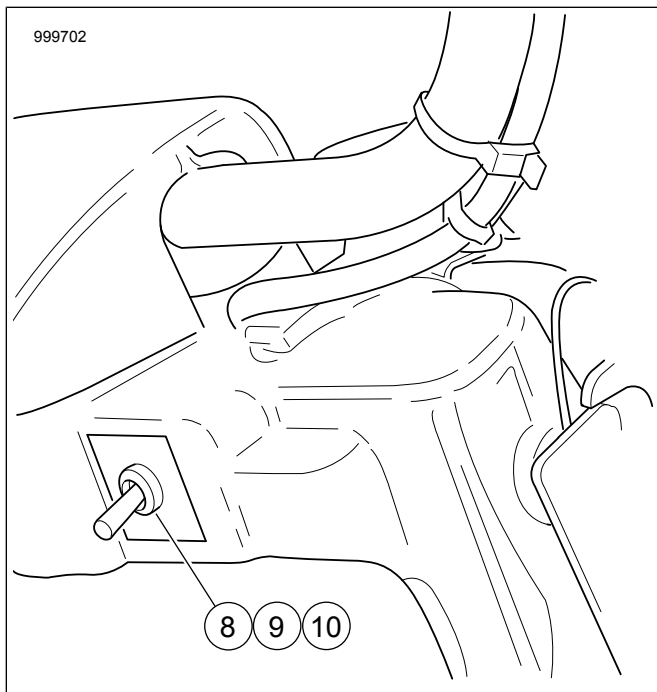

Figura 6. Local do interruptor de modelos sem carenagem
- b. **Veículos sem carenagem:** Veja Figura 6. Instale a porca (8), a etiqueta (9) e o interruptor (10) no furo de acesso direito. Conecte o interruptor ao chicote de fios que está localizado embaixo da nacela do farol dianteiro. Na **FLRT**, o conector [205] fica localizado embaixo do tanque de combustível, na caixa de distribuição de plástico. Veja o Manual de serviço.